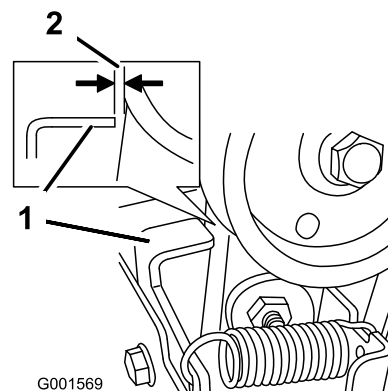

Рисунок 38
3. При отпущенном рычаге шкива/крыльчатки убедитесь в том, что зазор между узлом муфты шкива и лапкой составляет 1,5 мм (Рисунок 38).